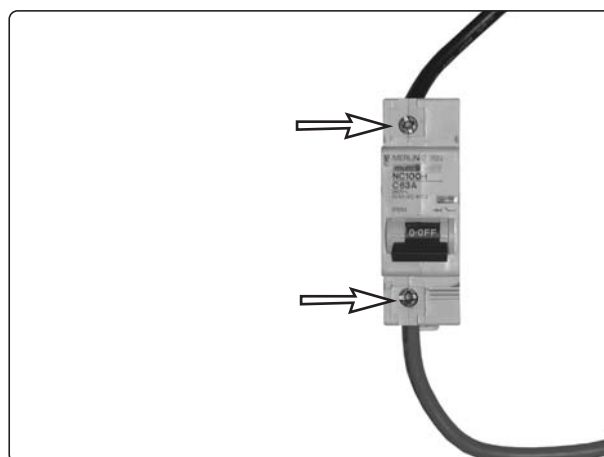

Abb. 54. Anschlusskabel Hauptsicherung.
6. Nehmen Sie die Kabel von der Hauptsicherung ab, indem Sie die Schrauben lösen, siehe Abb. 54.